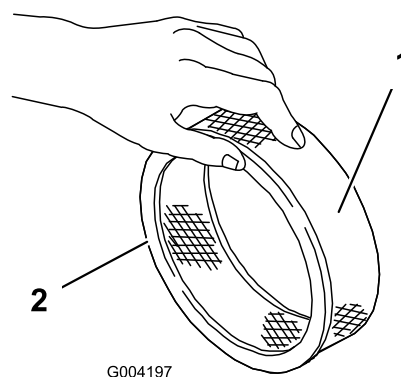

Figura 17
5. Verifique se o filtro de papel tem rasgões, película de óleo ou o vedante de borracha danificado (Figura 17).
1. Faça deslizar cuidadosamente o filtro prévio de esponja para o filtro de papel (Figura 17).